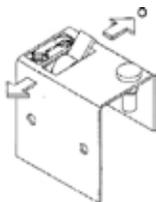
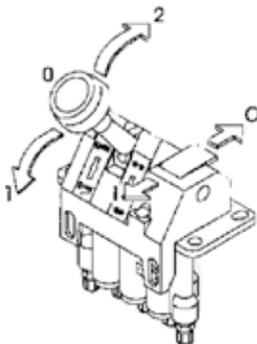
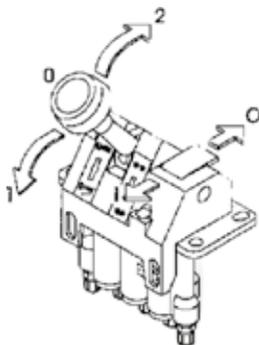

Рис. 3 Пневматический джойстик открытия заднего борта с одной функцией
Рис. 5 Пневматический джойстик управления подъёмом и опусканием грузового кузова, интегрирован вместе с выключателем КОМ
Рис. 6. Джойстик управления опрокидыванием грузового кузова с встроенным джойстиком открытия заднего борта
- блокировкой заднего борта (рис.3) или (рис.5)
- блокировкой боковых бортов (рис.3)
- подъёмом и опусканием грузового кузова (пневматический клапан управления) (рис.5).
Если установлен пневматический механизм управления замками, то для открытия заднего борта необходимо перед выгрузкой переставить рычаг пневматического джойстика в положение „открыто» (рис.3, позиция „1», рис.3а центральное положение жёлтого переключателя). При перестановке рычага во время выгрузки может иметь место увеличение нагрузки на задний борт, а также блокировка его открытия.
Рис. 3а Пневматический джойстик открытия заднего борта вместе с переключателем подъёма грузового кузова
Для того чтобы открыть замки боковых бортов, необходимо также переключить рычаг соответствующего пневматического джойстика в положение „открыто» (рис. 3, позиция „1» или рис. 3а, центральное положение жёлтого переключателя).
Для того чтобы закрыть замки, необходимо переключить рычаг соответствующего пневматического джойстика в положение „закрыто» (рис. 3, позиция „0» или рис. 3а, крайнее боковое положение жёлтого переключателя).
Пневматический джойстик управления, использующийся для управления подъёмом и опусканием грузового кузова самосвала (рис. 5) такой же, как джойстик управления бортом HYDROBORD.
2. Перед выгрузкой необходимо извлечь палец, защищающий борт от открытия, и открыть замки заднего борта (рис. 3 или рис. 6), согласно настоящей инструкции, если механизм закрытия бортов таковыми оснащён.
3. Установить рычаг пневматического джойстика в положение „1 - подъём» (рис. 6). Это приведёт к тому, что гидравлическое масло будет подаваться к сервомотору, в результате чего произойдёт его смещение вперёд. Скорость подъёма может быть увеличена путём увеличения скорости оборотов двигателя (запрещается превышать максимально допустимую скорость около 1000 об./мин). Выдвижение сервомотора до конца на большой скорости может привести к его повреждению.
Подъём грузового кузова может быть остановлен в любой момент после установки рычага сервомотора в нейтральном положении (рис. 5 позиция).
3. Перед выгрузкой необходимо вынуть палец, защищающий борт от открытия, и открыть замки борта (рис. 3 или рис. 6 – только задний борт), согласно инструкции.
После закрытия борта необходимо установить рычаг джойстика в нейтральное положение „0”. Поднятие грузового кузова может быть остановлено в любой момент после установки рычага джойстика в нейтральное положение (рис. 6, позиция „0”).
1. Переместить рычаг пневматического джойстика в позицию опускания (рис. 6, позиция „2”).
3. Когда кузов полностью опущен, необходимо переместить рычаг джойстика в нейтральное положение (рис.6, позиция „0”).
4. Закрыть все замки боковых бортов, переместить рычаг соответствующего джойстика в положение закрыто (рис. 3, позиция „0”).
Опускание грузового кузова может быть остановлено в любой момент после установки рычага джойстика в нейтральное положение (рис. 6, позиция „0”).